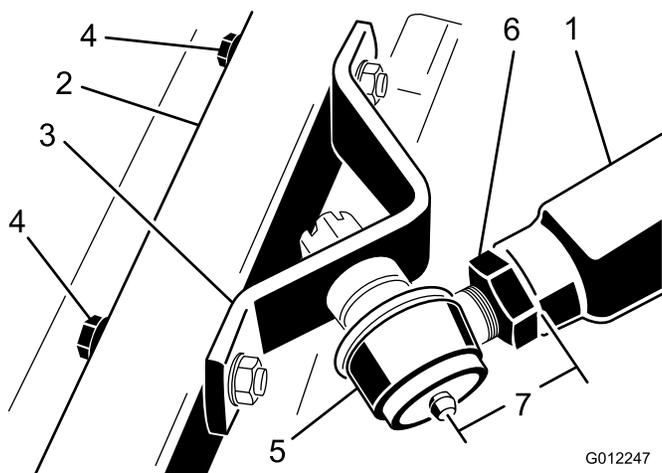

Figura 9
6. Apriete la contratuerca grande que sujeta la articulación esférica al brazo de empuje (Figura 9).